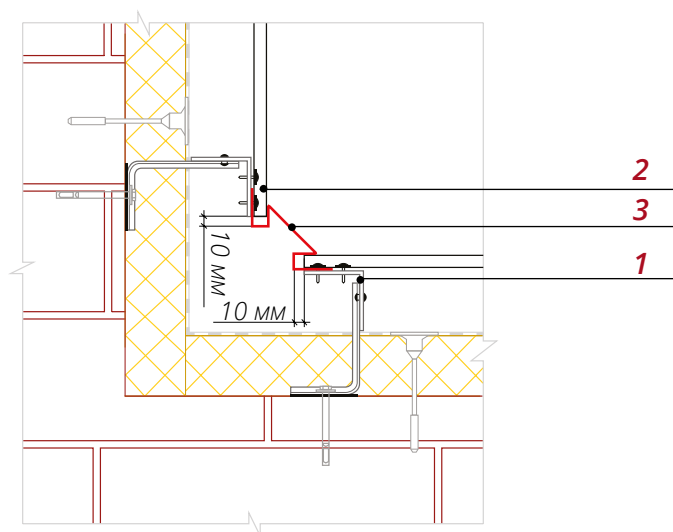

Рис. 9
- На внутреннем угле фасада необходимо установить два крепежных кронштейна **1** и крепежные профили **2** так, чтобы можно было закрепить Планку угла внутреннего **3** и примыкающие к ней панели (рис. 9).